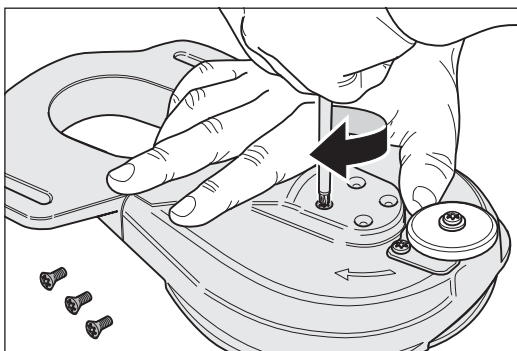

Fig. 37 Enroscar los cuatro tornillos avellanados para fijar el soporte del plato de lijado.
- 15 Apriete los cuatro tornillos avellanados con la llave múltiple para fijar el soporte del plato de lijado (Fig. 37).